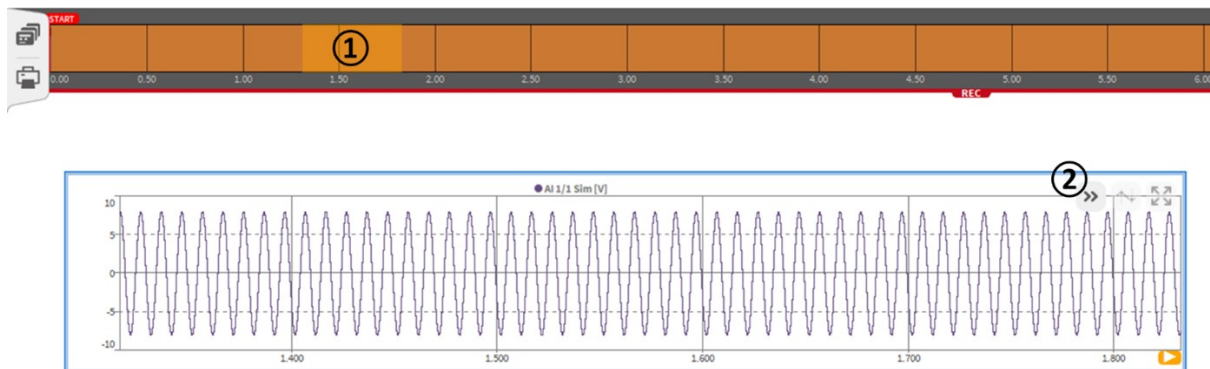

Abb. 8.7: Funktionen von DejaView™
Während einer Aufzeichnung können Daten auch in der Vergangenheit mithilfe der DejaView™ Funktion untersucht werden. Um diese Funktion zu benutzen, klicken oder tippen Sie in den Rekorden und wischen Sie die Daten einfach nach rechts. Die Daten können auch zoomt werden. Um schnell zur aktuellen Aufzeichnungszeit zu gelangen, klicken Sie auf das graue >> Symbol (siehe ② in Abb. 8.7). Dies ist eines der **mächtigsten** Features der OXYGEN Software.
- Funktionen von DejaView™ (siehe Abb. 8.7) sind folgende:
- ① Zeigt den Abschnitt der Messung, welcher im Rekorder angezeigt wird.
- ② Durch Drücken dieses Buttons springt der Rekorder zur aktuellen Aufzeichnungszeit und zeigt die gerade aufgenommen Daten. Ein Rechtsklick auf diesen Button zeigt die gesamten Daten seit Aufzeichnungszeit bis zum aktuellen Zeitpunkt.